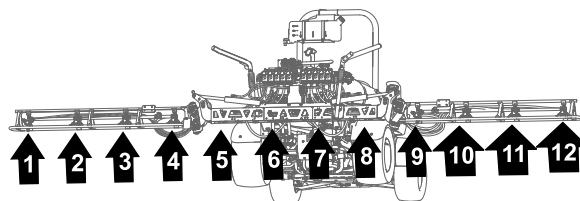
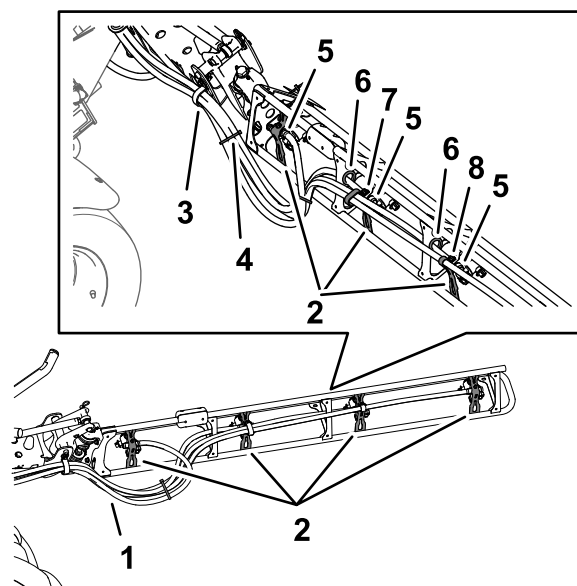

Figura 127
Figura 128
1. Disponete i flessibili per gli ugelli dell'irroratrice 1, 2, 3 e 4 attraverso il serratubi a R nell'estremità esterna sinistra della sezione di irrorazione centrale (Figura 127 e Figura 128).
2. Disponete i flessibili per gli ugelli dell'irroratrice 7, 8, 9 e 10 attraverso il serratubi a R nell'estremità esterna destra della sezione di irrorazione centrale (Figura 127 e Figura 128).
3. Disponete i flessibili di alimentazione da 279 cm e i portagomma dentellati ($\frac{3}{4}$ ") lungo la sezione di irrorazione agli ugelli dell'irroratrice 1 e 10, come illustrato nella Figura 127 e Figura 128.
4. Disponete i flessibili di alimentazione da 234 cm e i portagomma dentellati ($\frac{3}{4}$ ") lungo la sezione di irrorazione agli ugelli dell'irroratrice 2 e 9 lungo la sezione di irrorazione, come illustrato nella Figura 127 e Figura 128.
5. Disponete i flessibili di alimentazione da 188 cm e i portagomma dentellati ($\frac{3}{4}$ ") lungo la sezione di irrorazione agli ugelli dell'irroratrice 3 e 8, come illustrato nella Figura 127 e Figura 128.
6. Disponete i flessibili di alimentazione da 188 cm e i portagomma dentellati ($\frac{3}{4}$ ") lungo la sezione di irrorazione agli ugelli dell'irroratrice 4 e 7, come illustrato nella Figura 127 e Figura 128.
7. Raggruppate i 4 flessibili degli ugelli dell'irroratrice insieme con una fascetta per cavi, come illustrato nella Figura 128.